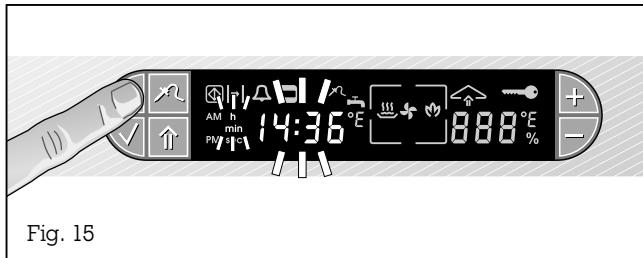

Fig. 15
- Appuyez **3 fois** sur la touche ☰ (horloge). Le symbole  $\text{min}$  (unité de temps) clignote sur l'afficheur. L'heure actuellement réglée est visible (fig. 15).